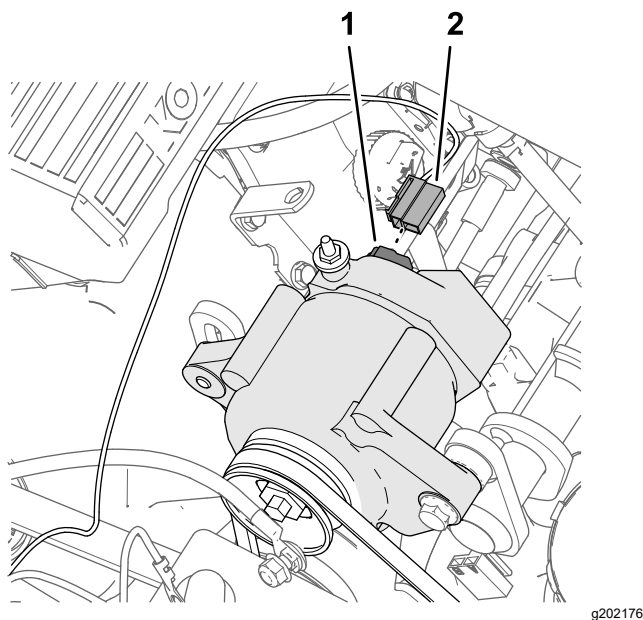

Рисунок 225
1. Подсоедините 2-гнездовой разъем в конце розового провода длиной 57 см жгута проводов опрыскивателя из комплекта (Рисунок 225) к 2-штыревому разъему генератора (50 А).